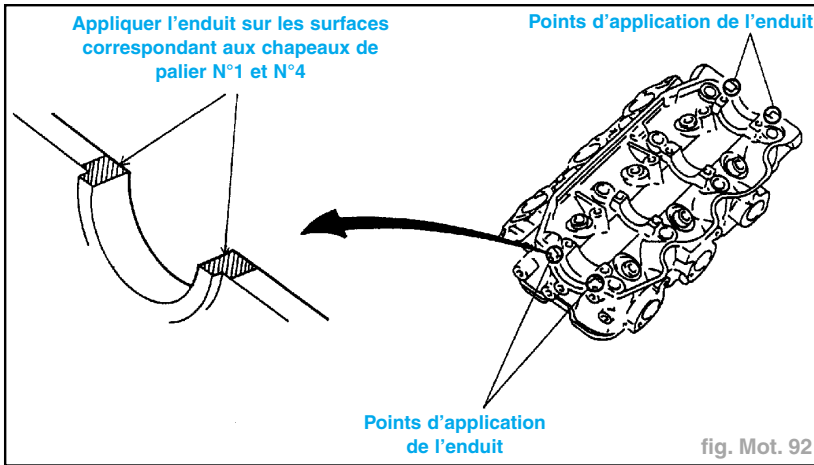

fig. Mot. 92
- Appliquer une faible quantité d'enduit d'étanchéité prescrit aux quatre emplacements indiqués sur l'illustration (fig. Mot. 92).